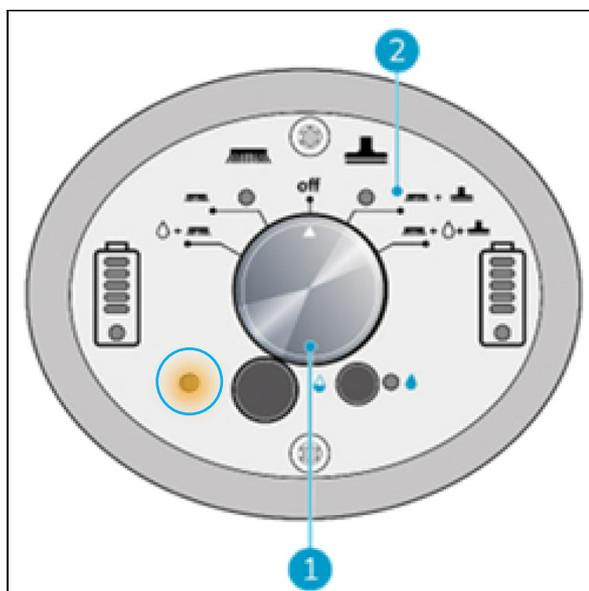

Figure 23
1. L'indicateur d'avertissement d'angle clignote dans la zone encadrée en bleu dès que l'opérateur descend en dessous de 32 degrés. Le voyant s'allume et la récupération de l'eau est interrompue. Lorsque la poignée est relevée au-dessus de 32 degrés, le moteur d'aspiration redémarre après 5 secondes. (figure 23)